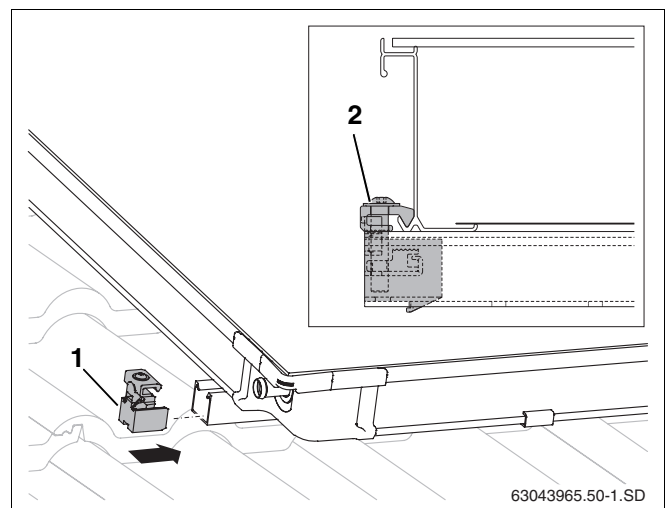

fig. 49 Tensor do colector unilateral esquerdo
- ▶ Fazer deslizar os tensores de colector unilaterais (fig. 49, **item 1**) nos perfis superior e inferior.
- ▶ Fazer deslizar o tensor do colector até à moldura do colector e aparafusar com a chave SW5 (fig. 49, **item 2**).